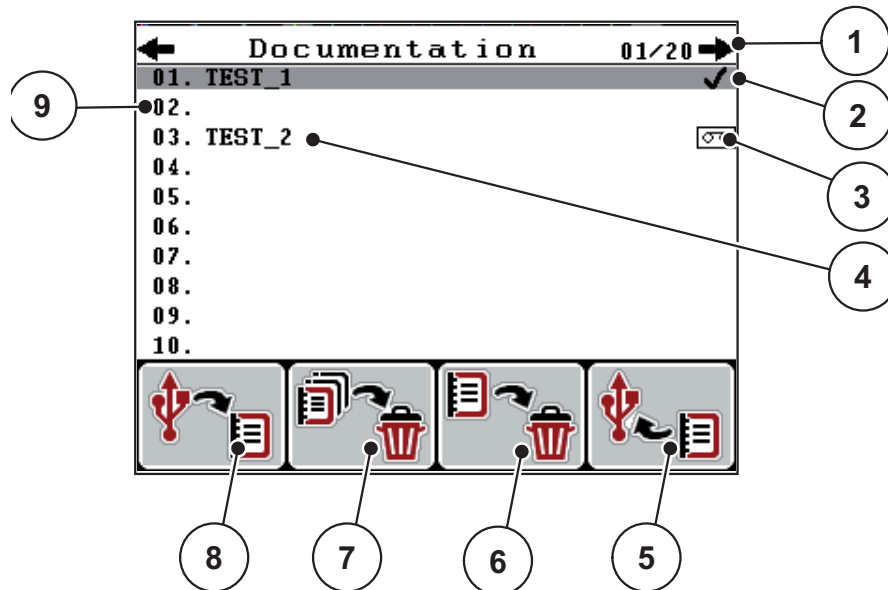

Figure 4.19 : Menu Documentation
2. Appuyer sur la touche de fonction **F4** (cf. figure 4.19).
2. Appuyer sur la touche de fonction **F1** (cf. figure 4.19).
3. Appuyer sur la touche de fonction **F3** située sous le symbole **Supprimer** (cf. figure 4.19).
2. Appuyer sur la touche de fonction **F2** située sous le symbole tout **supprimer** (cf. figure 4.19).